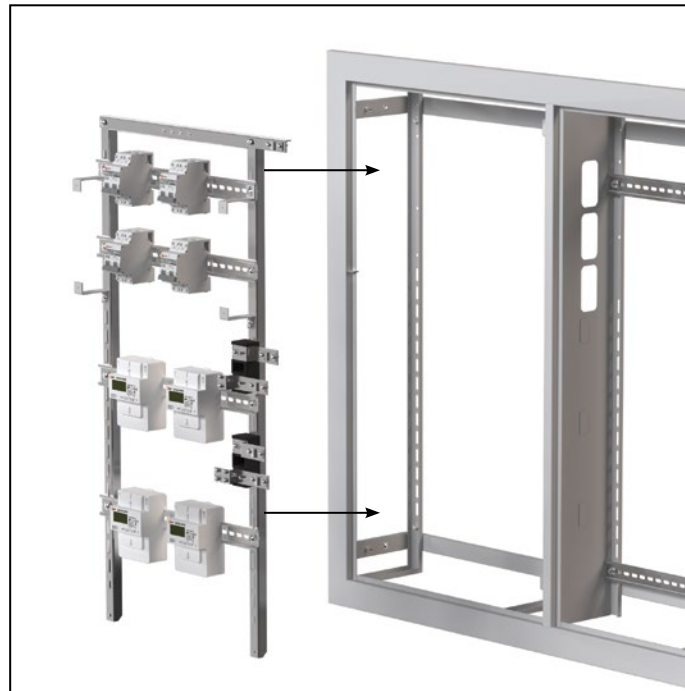

Рис. 10
4.1 Собранную раму с DIN-рейками с выполненными внутренними электрическими соединениями вставьте в корпус Щита этажного (Рис. 10).